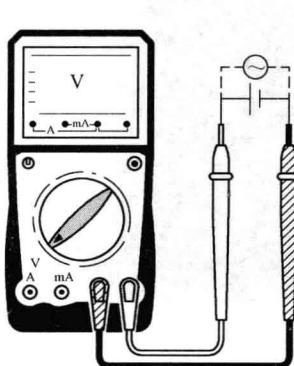

图 1-8 交、直流电压测量
- 1) 根据电压的大小选择适当的电压测量量程，如图 1-8 所示。